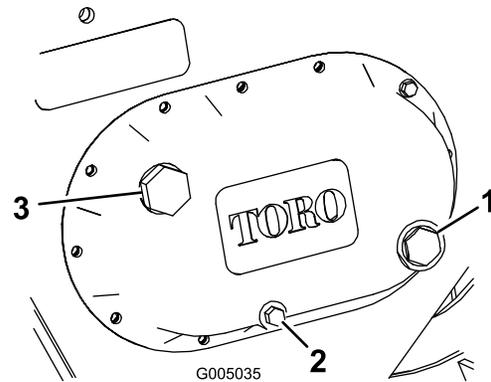

Figura 15
3. Controllate l'indicatore di livello sul fianco della scatola degli ingranaggi (Figura 15).
4. Se il livello del lubrificante è insufficiente, estraete il tappo di riempimento (Figura 15) e
4. Togliete il tappo di spurgo (Figura 15) e lasciate fuoriuscire l'olio, raccogliendolo nel contenitore.
6. Togliete il tappo di riempimento (Figura 15) e riempite la scatola degli ingranaggi di lubrificante fino a raggiungere il livello indicato dal punto rosso dell'indicatore.